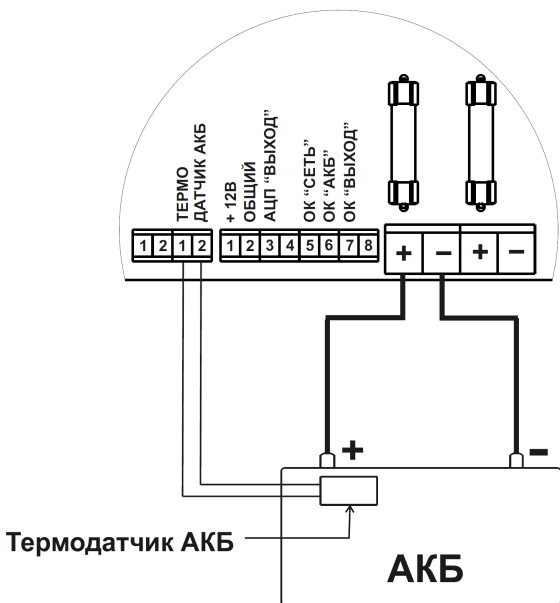

Рисунок 3 – Подключение АКБ и термодатчика
- ◆ При необходимости термокомпенсации напряжения заряда АКБ подключите термодатчик к контактам колодки «Термодатчик АКБ» (см. рисунок 3). Чувствительный элемент термодатчика закрепите на корпусе АКБ в непосредственной близости от клеммы «+» с помощью липкой ленты. Для корректной работы термодатчика необходимо обеспечить плотное прилегание чувствительного элемента датчика к поверхности корпуса батареи
- ◆ Подключите, **соблюдая полярность**, АКБ номинальным напряжением 12В к источнику (см. рисунок 3):